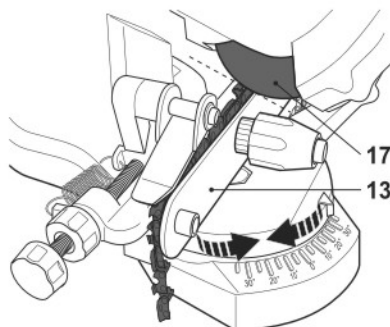

Fig. 7
- > Solte ligeiramente o retentor de torno (10) rodando-o para a esquerda e rode o torno (13) para a direita ou para a esquerda de acordo com o ângulo da corrente de serra (Fig. 7). Em caso de dúvidas, consulte o fabricante da corrente de serra.
- > Pressione a caixa do motor (3) pela respetiva pega (1) para verificar se o disco de desbaste (17) corresponde ao ângulo da corrente de serra.
- > Aperte o retentor de torno (10).